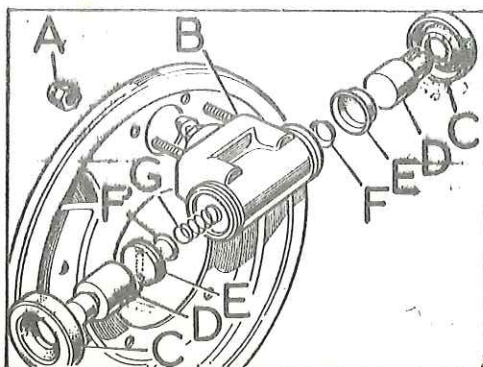

Fig. H-40 Cilindro de rueda
1.5. Soltar las tuercas de fijación, A (Fig. H-40) y retirar el cilindro del freno, B, tapas, C, émbolos, D, goma, E, soporte de goma, F y muelle, G, del tornillo de purga y éste con la bola de la válvula.